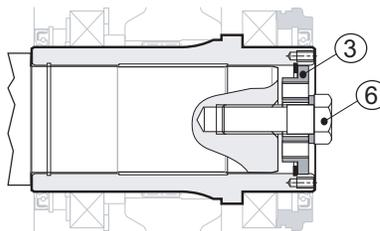

Fig. 13
Remplacez la barre (pos. 4) avec la vis (pos. 6), en le serrant complètement, en appliquant une force selon le tableau Tableau 4: Couples de serrage (p. 19), en utilisant également un frein-filet moyen (voir Fig. 13 (p. 25)).